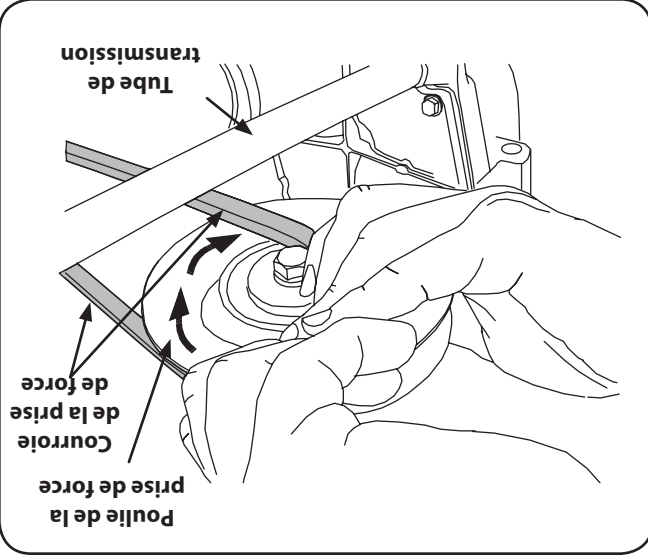

Figure 7-5
4. Tirez le côté droit de la courroie vers l'arrière et placez le côté en V de la courroie dans la gorge avant droite de la poulie de la prise de force. Voir la Figure 7-5.
5. Tenez la courroie et la poulie et faites tourner la poulie vers la gauche (Voir la Figure 7-5). Continuez à tenir et à faire tourner la poulie et la courroie jusqu'à ce que la courroie soit complètement installée sur la poulie de la prise de force.
4. Tenez la courroie et continuez à tourner la poulie de la prise de force jusqu'à ce que la courroie soit complètement dégagée de la poulie. Voir la Figure 7-5.